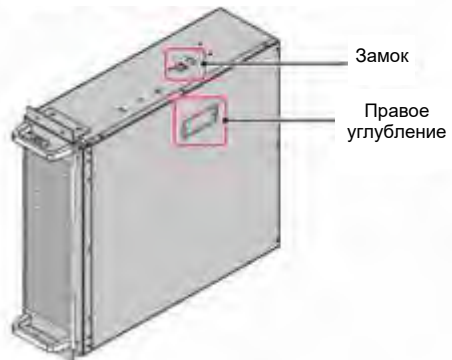

Рисунок 5-30: Расположение замка и боковых углублений
- 3 Для выполнения работ понадобятся два человека. Один человек держит оба выталкивателя и открывает их наружу ❶. После этого STS-модуль можно выдвинуть из шкафа ИБП ❷. Каждый человек удерживает модуль за одну ручку ❸, и оба работают в паре, чтобы вытащить STS-модуль из шкафа ИБП. Когда модуль дойдет до упора, нажмите замок (см. **Рисунок 5-30**) в его верхней части. Теперь, каждый человек держит модуль за одну ручку ❹ и одно углубление ❺, чтобы вытянуть модуль из шкафа ИБП.